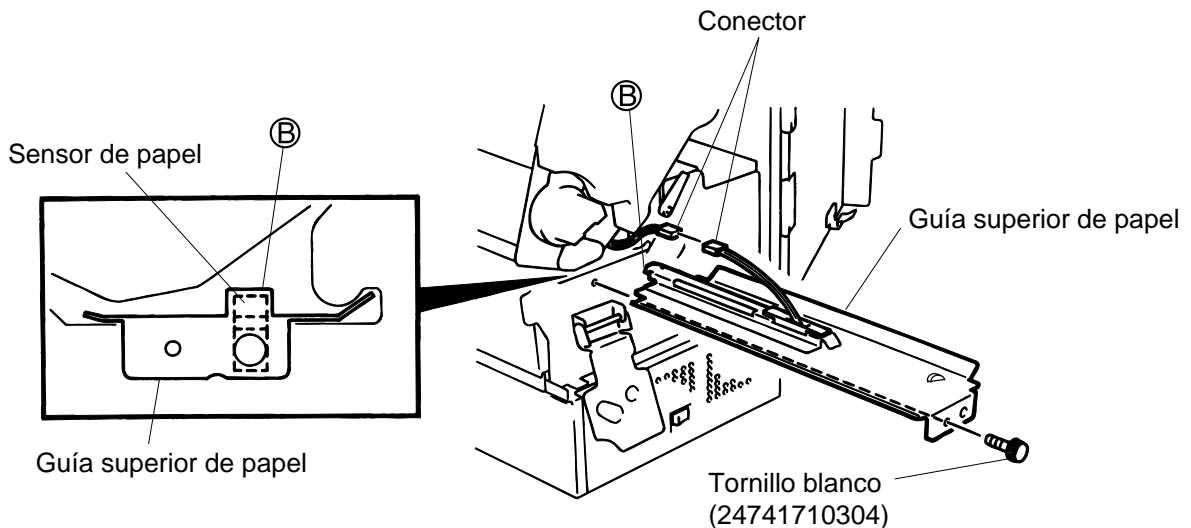

Fig. 12-5
4. Quite el tornillo blanco, desconecte el conector de la guía superior de papel y retire ésta. (Ver Fig. 12-5)
8. Introduzca la guía superior de papel haciendo coincidir la zona ②, con el sensor de papel. Fije esta con el tornillo blanco.